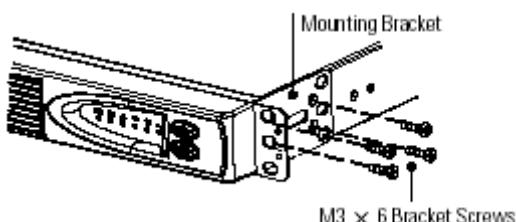

Рисунок 2. Крепежный кронштейн для 19" стойки
2. С каждой стороны ИБП прикрепите длинную сторону кронштейна к ИБП с помощью 4-х винтов M3x6, поставляемых в комплекте (см. рис. 2).